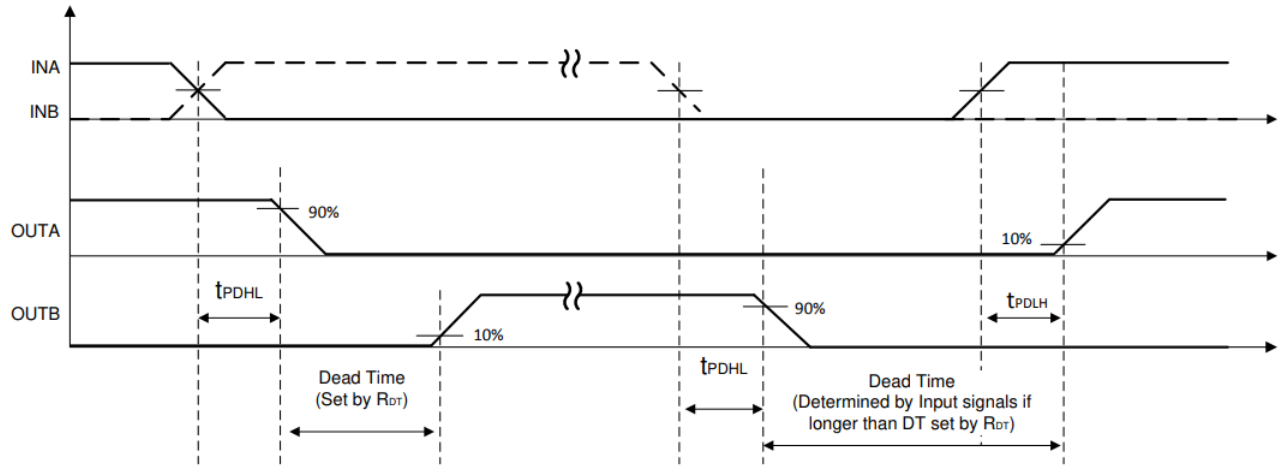
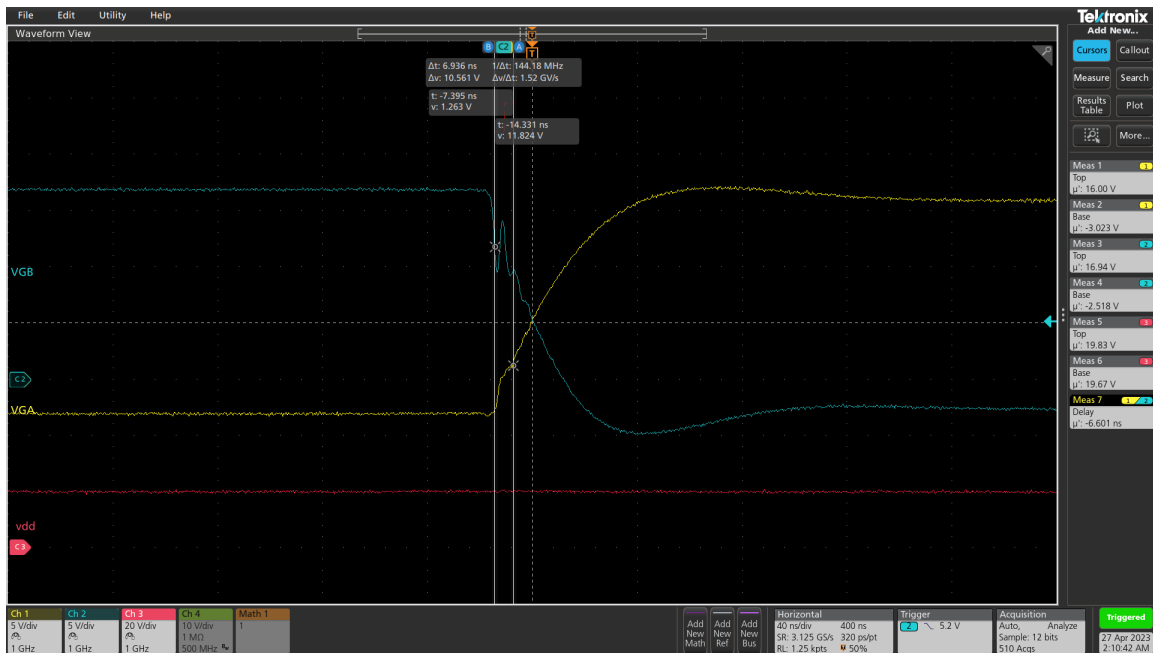

图 3-3. 时序图
图 3-4. 互锁模式
- **互锁模式：**为防止通道重叠，互锁模式在栅极驱动器输出之间设置大概 5ns 的最小延时。当死区时间引脚接地（将 J5 并联至 DT-GND）时，会启动此模式。死区时间定义为第一个输出的下降沿的 90% 与第二个输出的上升沿的 10% 之间的延时。时序如图 3-3 所示。有关互锁模式的示例，请参阅图 3-4。